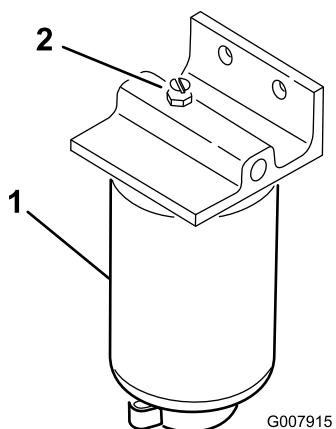

Figura 28
4. Aprite il tappo di sfiato sul filtro carburante/separatore di condensa (Figura 28).